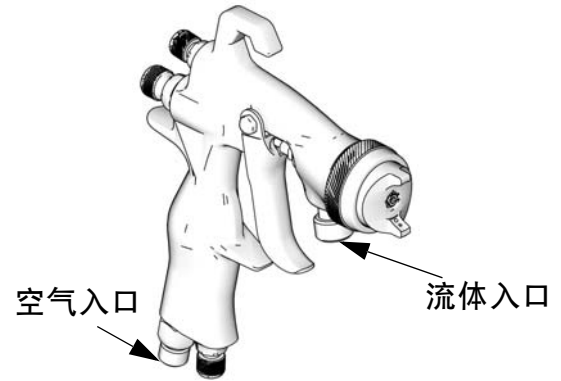

图 1
4. 将清洁、干燥、经过过滤的供气连接到空气入口管接头。参见图 1。
5. 将流体软管连接到流体入口管接头。参见图 1。